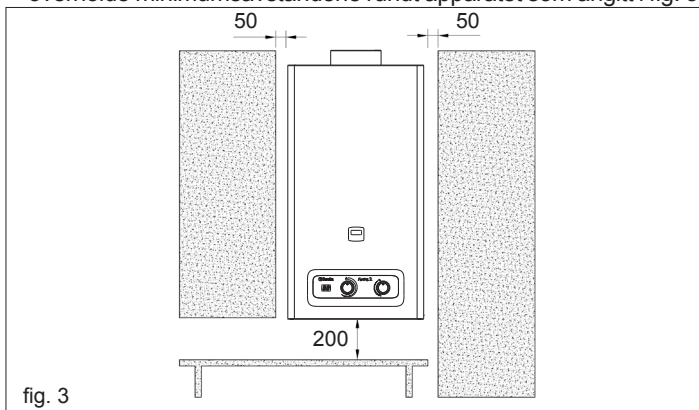

fig. 3
- For å muliggjøre vedlikeholdsinngrepene er det nødvendig å overholde minimumsavstandene rundt apparatet som angitt i fig. 3.
- Varmtvannsberederen må aldri lukkes hermetisk i et møbel eller i en nisje, men derimot må det sørges for en passende innstrømming av luft (fig. 3).